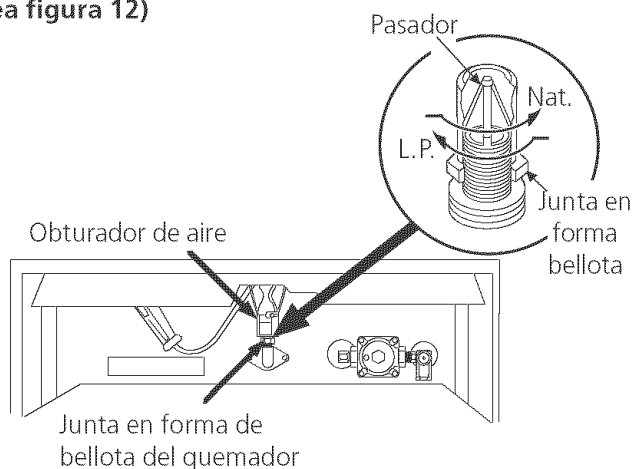

Figura 12
B. Ajuste del orificio del quemador del horno (vea figura 12)
Usando una llave de 1/2", giro hacia abajo la junta en forma de bellota ajustable que inyecta gas al quemador del horno. Gire esta junta en forma de bellota hasta que ajuste contra el pasador medidor de LP. Esto será aproximadamente 2 1/2 vueltas. No lo apriete demasiado (vea figura 12).